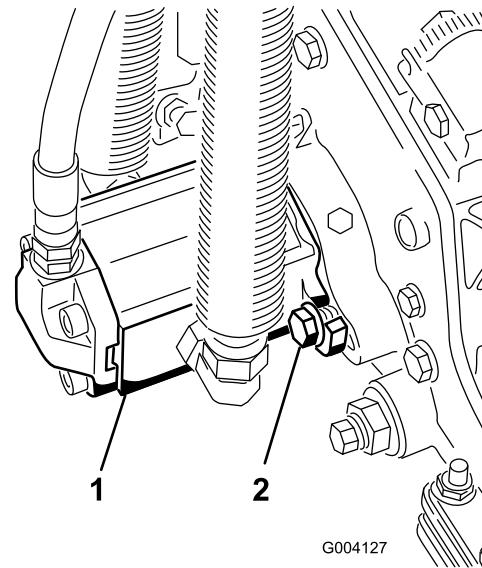

Figura 15
11. Instale el motor girándolo en el sentido de las agujas del reloj de modo que las bridadas del motor no choquen con los tornillos de caperuza (Figura 15).